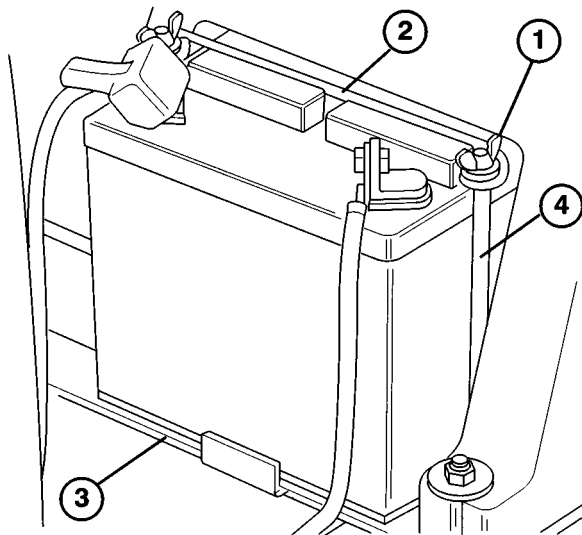

Fig. 1
2. Ta av vingmutrene og skivene som holder batteriklemmen til batteriboltene, og ta batteriet ut av maskinen. Ta påfyllingslokkene av batteriet og fyll hver celle langsomt til elektrolytten står såvidt over skilleplatene (fig. 1).